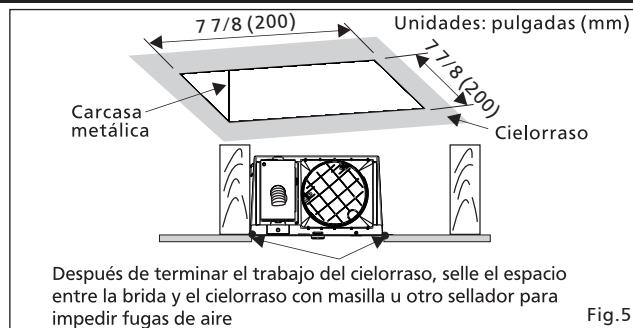

Fig.5
7. Finalice el trabajo en el cielorraso. El orificio del cielorraso debe quedar alineado con los bordes internos de la brida. (Fig. 5)